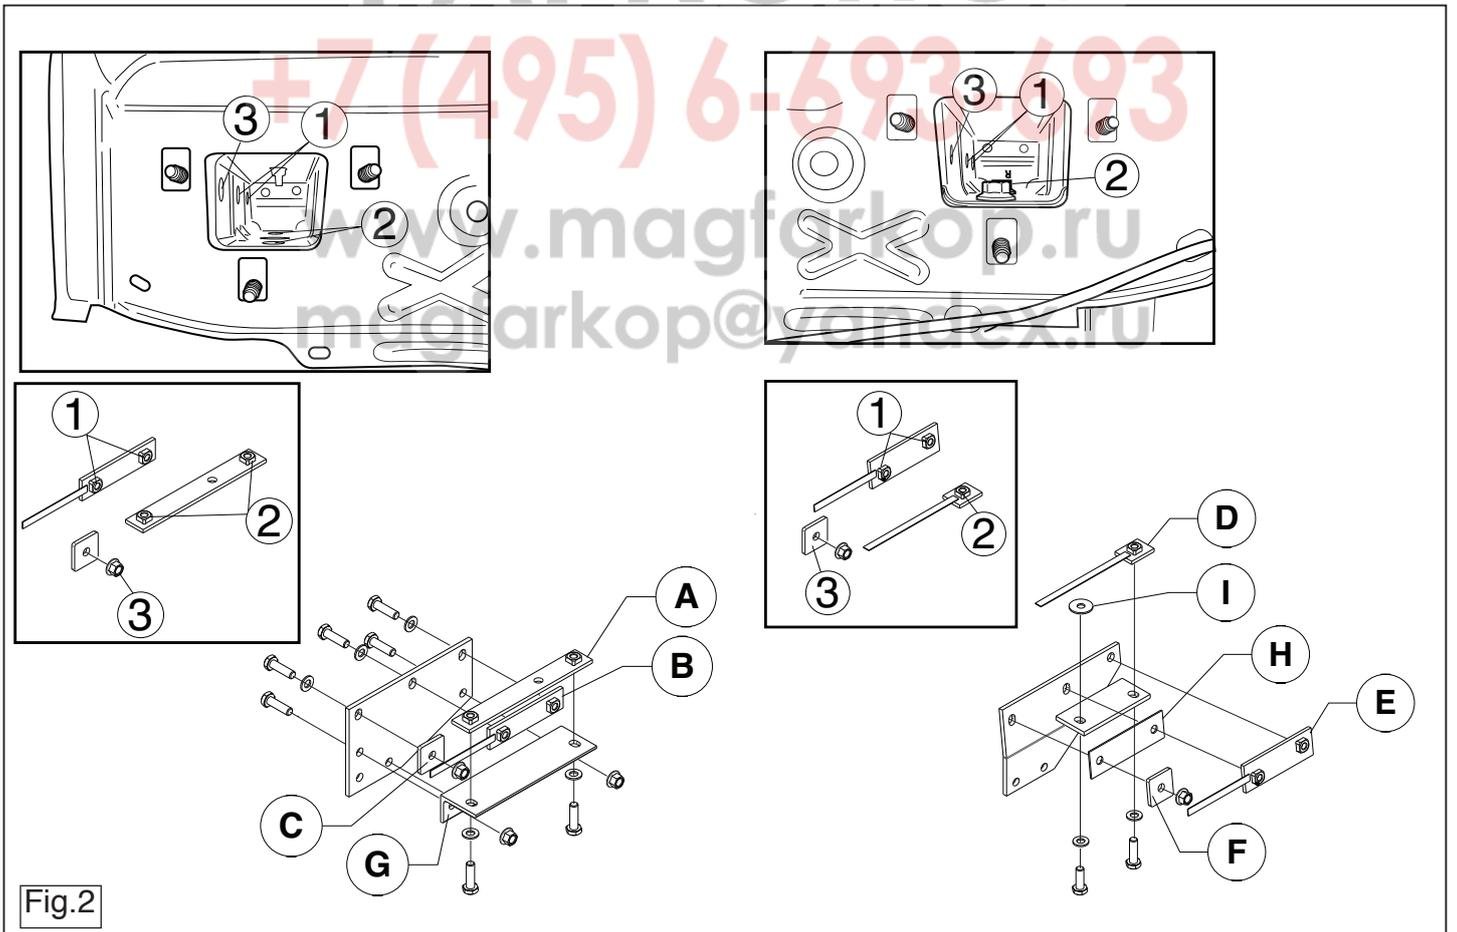

Fig.2
5. Monteer de zijplaten links en rechts, including spacer plate H en I. See figure 2.
3. Position the backplates A, B, C, D, E and F as shown in figure 2.
5. Fit the sideplates at the left and right, including spacer plate H and I. See figure 2.
3. Die Gegenplatten A, B, C, D, E und F gemäß Abbildung 2 befestigen.
5. Die Seitenplatten links und rechts montieren einschließlich Füllplatte H und I gemäß Abbildung 2 montieren.
3. Positionner les contreplaques A, B, C, D, E et F conformément à la figure 2.
5. Monter les plaques latérales à gauche et à droite ainsi que la plaquette de calage H et I. Voir la figure 2.